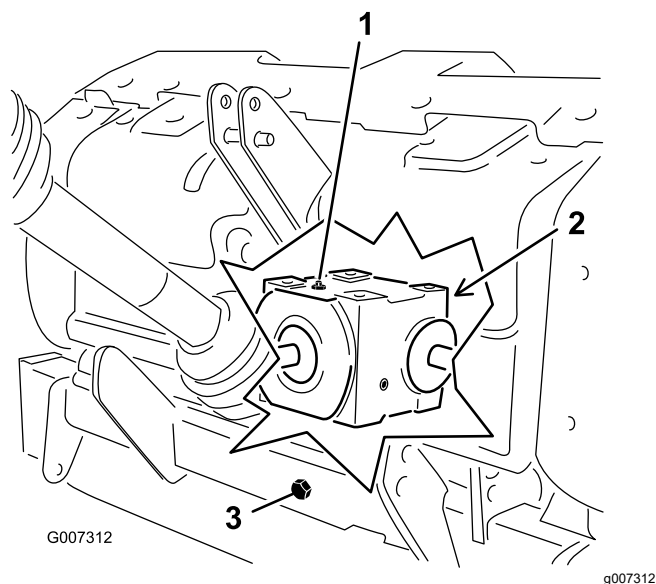

Figura 30
2. Retire el tapón de verificación de la caja de engranajes (Figura 30).
3. Asegúrese de que el aceite llega hasta la parte inferior del orificio del tapón de verificación de la caja de engranajes (Figura 30).
- Limpie cualquier suciedad del tapón de llenado y del tapón de vaciado para evitar cualquier contaminación (Figura 30).